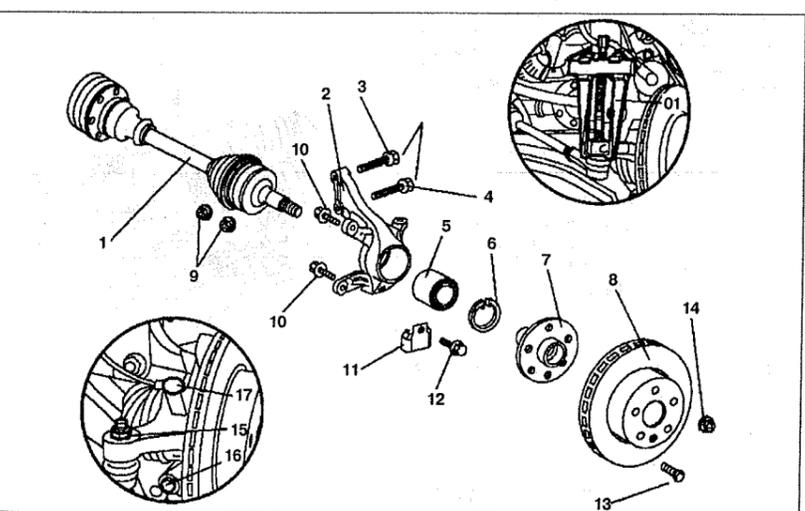

Рис. 7.6. Поворотный кулак:
1. Ослабьте гайку крепления ступицы 14 (см.рис.7.6).